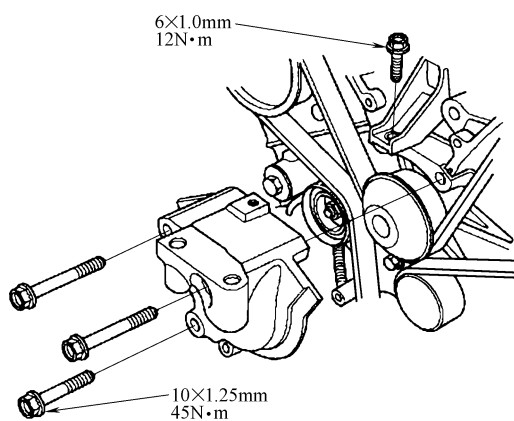

图 23-113 安装发动机侧支架下半部分
8) 按照图 23-113 所示, 安装发动机侧支架下半部分。